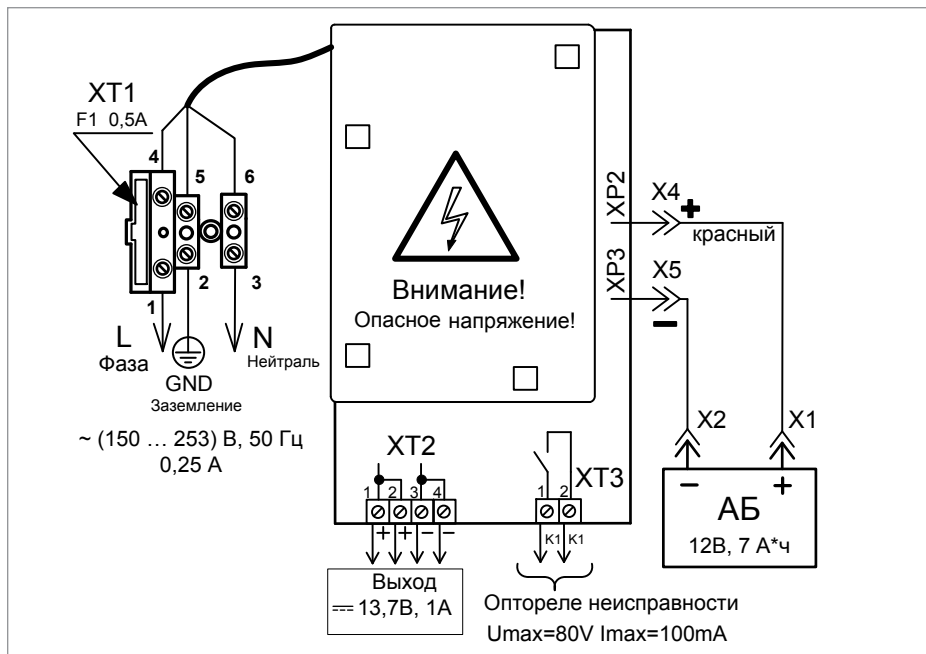

Рисунок 9. Схема подключения РИП-12 исп.20 (РИП-12-1/7М2-Р)
1.4. Схема подключения РИП-12 исп.20 (РИП-12-1/7М2-Р) приведена на Рисунок 9.
- 1.12. Проверьте правильность произведённого монтажа в соответствии со схемой подключения (Рисунок 9).
- 2.8. Отключите аккумуляторную батарею от платы РИП, отсоединив контакты Х1, Х2 от клемм АКБ (см. Рисунок 9).